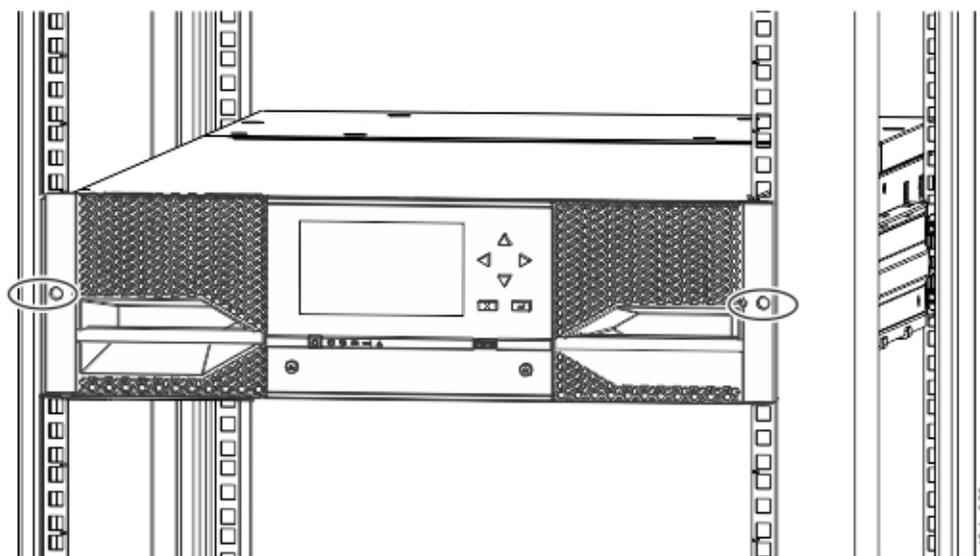

Figure 41. Bandothèque dans l'armoire
5. A l'aide d'un tournevis cruciforme, vissez sans serrer à fond le module à l'avant de l'armoire, une vis de chaque côté. Voir les zones encadrées dans Figure 41, à la page 53.